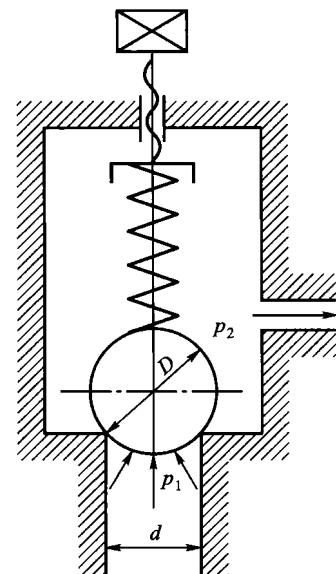

图 1.3
**例 3** 如图 1.3 所示, 某压力阀应在油压  $p_1 = 6 \text{ MPa}$  时动作。已知钢球的最大直径  $D = 15 \text{ mm}$ , 阀座孔直径  $d = 10 \text{ mm}$ , 压力油顶开钢球溢油时有背压  $p_2 = 0.3 \text{ MPa}$ , 求溢油时弹簧的压紧力  $F_s$  为多少?